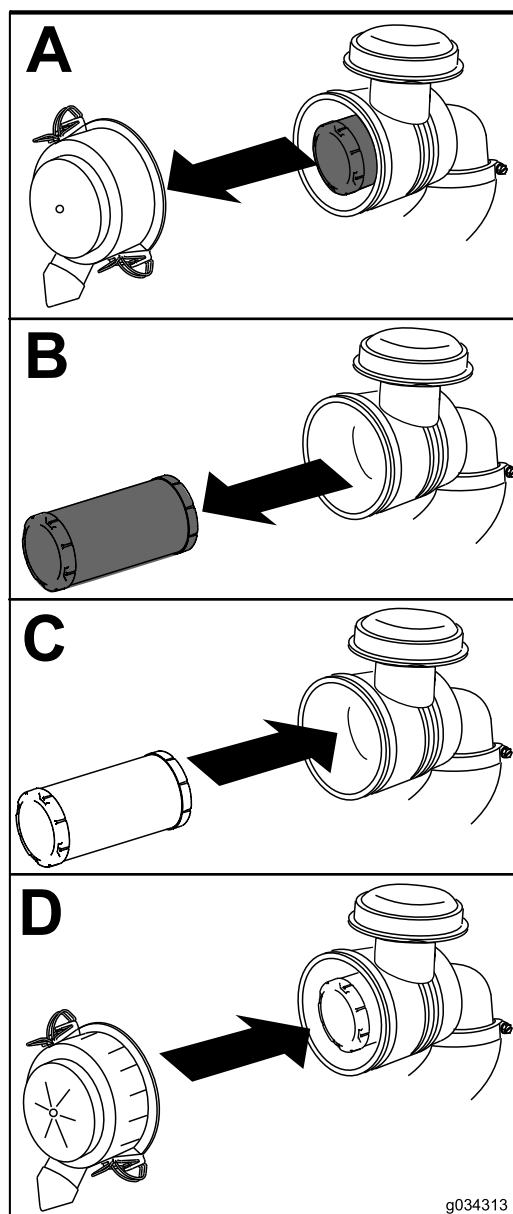

Figura 36
1. Extraiga con cuidado el elemento del limpiador de aire de la carcasa del limpiador de aire (Figura 36).
4. Instale la tapa del limpiador de aire con el lado marcado UP hacia arriba, y cierre los enganches (Figura 36).